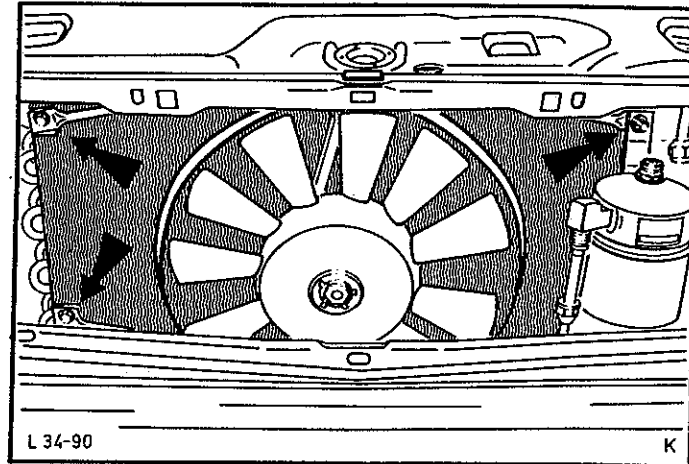

Abb.59 Elektrolüfter komplett mit Halter vom Kondensator abbauen
3. Elektrolüfter komplett mit Halter vom Kondensator abbauen, Abb.59, (1 Mutter, 2 Schrauben), und Kabel abziehen.